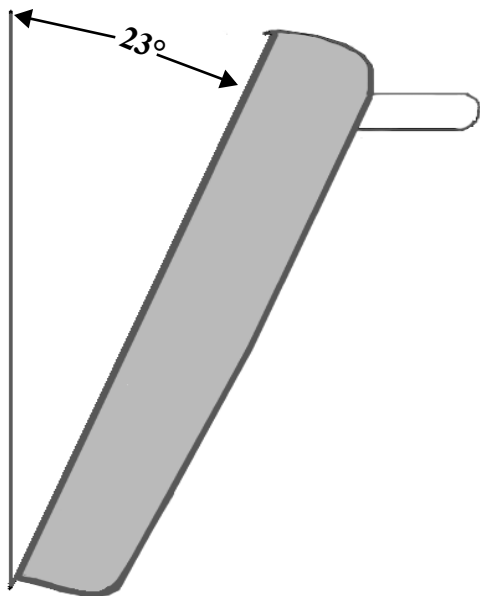

FIGURE 7: ANGLE APPROXIMATIF NÉCESSAIRE POUR RETIRER LA PORTE
1. Inclinez légèrement la porte (*Figure 7*) et insérez les charnières dans les fentes. Les charnières s'amarreront solidement dans les fentes si la porte est placée correctement. Ne forcez pas la porte et ne l'inclinez pas sur les côtés.